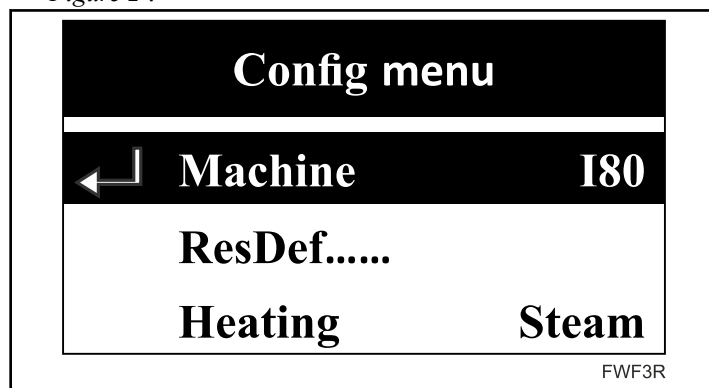

Figure 2
- Si un élément de menu est suivi de trois petits points (...), un sous-menu est disponible. Ce sous-menu s'ouvre en activant l'élément en question. Les trois petits points peuvent également servir à indiquer des actions dont l'exécution doit être confirmée. La valeur d'un élément peut généralement être modifiée une fois celui-ci activé. L'élément de menu activé est indiqué par une flèche clignotante à sa gauche. Se reporter à la *Figure 2*.
Éléments de liste (se reporter à la *Figure 2*)